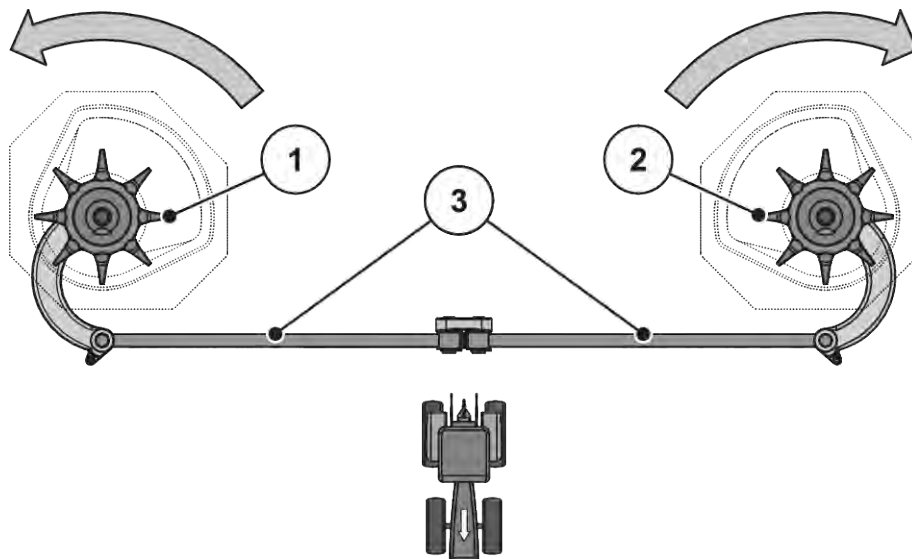

Рис. 85: Перевірка привода мішалки
- Прокрутіть змішувальну головку рукою **в напрямку руху розкидального диска**. Див.. Рис. 85 Перевірка привода мішалки.
- Із силою прокрутіть змішувальну головку рукою або за допомогою ремінного ключа для масляного фільтра **проти напрямку руху розкидального диска**. Див. Рис. 85 Перевірка привода мішалки